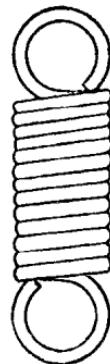

图1 拉伸弹簧
**一、拉伸弹簧（简称拉簧）** 用圆钢丝盘绕成圆柱形的螺旋线而成（图1）。这种弹簧的大多数在自由状态时，圈与圈之间并得很紧，没有间隙。但也有圈与圈之间不并紧的。在特殊情况下也有将拉簧每圈之间绕出间隙的。拉簧主要用于受拉力的地方。